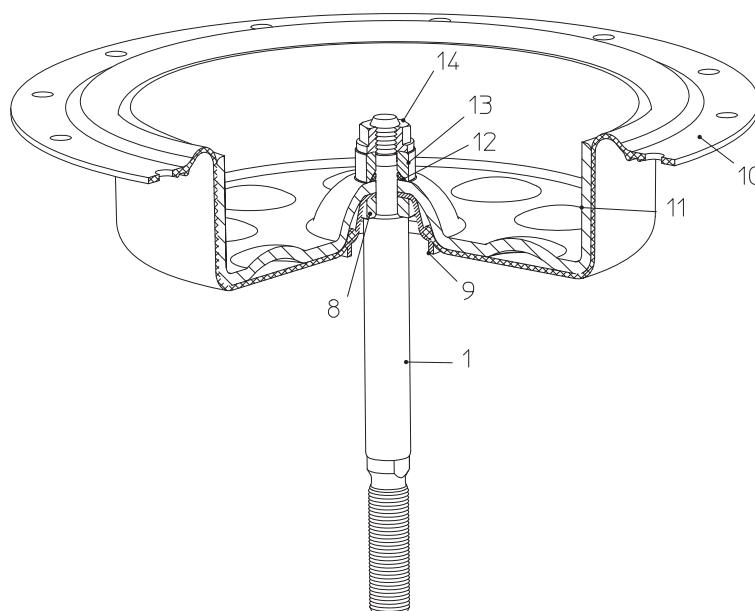

Рис. 21: „шпиндель привода выдвигается за счет силы пружины“
- При установке узла в привод с принципом действия “шпиндель привода выдвигается за счет силы пружины” выпуклость мембранный тарелки (11) должна располагаться на одной линии с отверстием в закатывающейся мембране (10) и находиться точно над воздушным патрубком в днище мембранны (7) (Рис. 21 и Рис. 23).